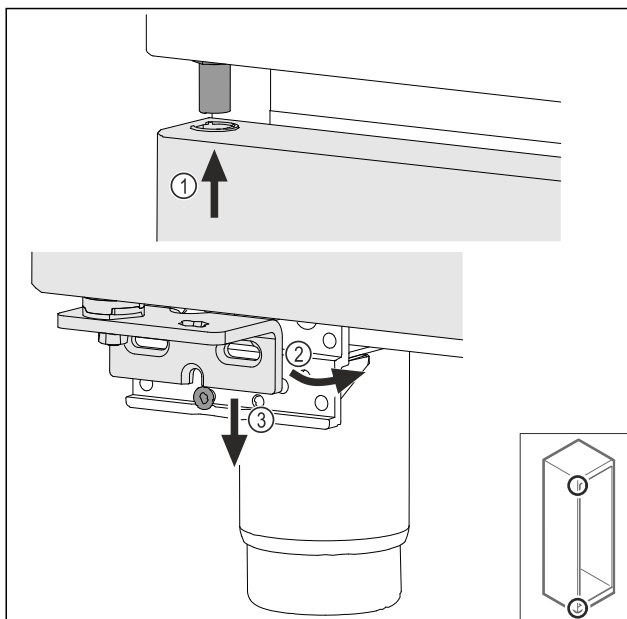

Fig. 34
- Tür leicht gekippt oben einfädeln Fig. 34 (1), Tür gerade ausrichten Fig. 34 (2) und unten auf die Lagerbockschraube Fig. 34 (3) aufsetzen.